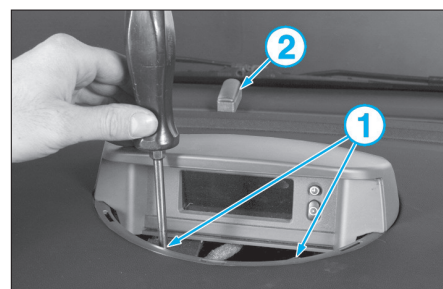

FIG. 21
- les 2 vis (1) de l'afficheur central, le débrancher et le déposer (Fig.21).